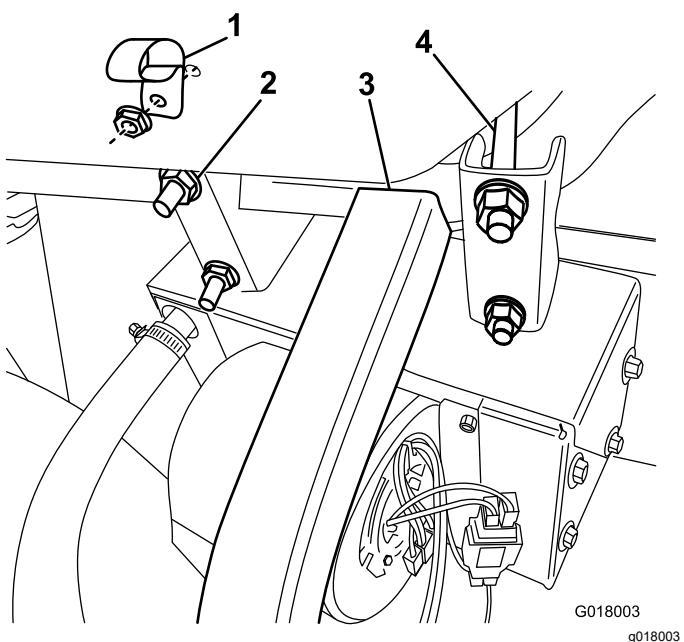

Figure 23
3. **Modèles 2015 et précédents –** Fixez le chauffage et son support au tube de cadre avant, bien en appui contre le cadre en U, à l'aide des étriers filetés et des écrous à embase fournis (Figure 23).
5. Fixez le collier en R à la boîte à gants avec un boulon à embase et un écrou (Figure 23).